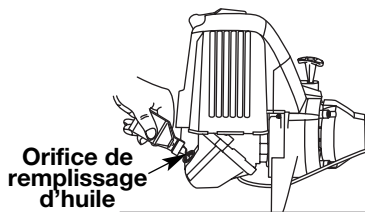

Fig. 5
2. Placez l'appareil sur une surface horizontale plane (Fig. 5)